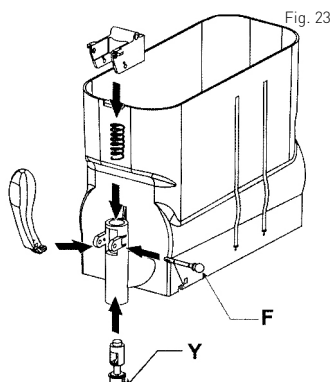

Fig. 23
- Smeer de kap (Y) goed met het meegeleverde smeermiddel en monteer de onderdelen opnieuw.
- Monteer de pen (F) terwijl u de kraanhendel stabiel in positie houdt (zie Fig. 23).
- Vervang de afdichtingsring van de kraan (C) indien versleten of in geval van lekkage.